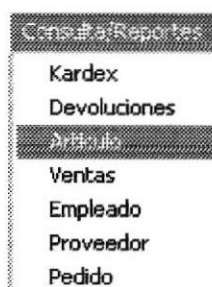

Figura 10.6. Seleccionando Artículos.
2. Seleccione la opción <Artículos> en el menú de Reportes / Consultas dando clic con el mouse como se muestra en la figura 10.6.